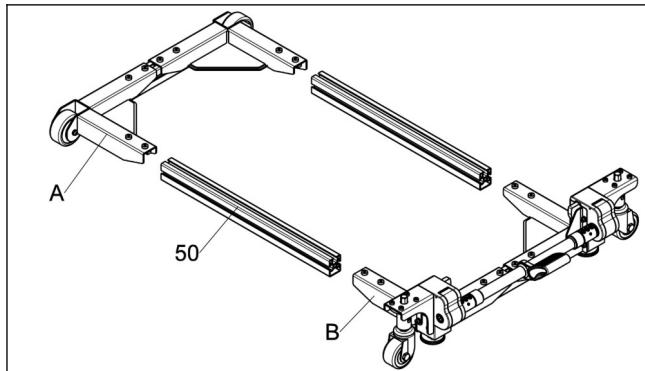

Abb.8
d. Führen Sie die beiden **langen Seitenholme „50“** jeweils an ihren Enden in die **Bockrollenkonsolenwinkel „A“** und die **Lenkrollenkonsolenwinkel „B“** ein. (siehe **Abb.8**)